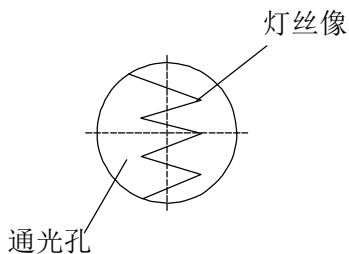

图 8
- c. 白纸上会出现灯丝的像, 如果灯丝的像没有对中, 关小孔径光栏, 调节灯泡垂直方向调节旋钮和灯泡横向调节旋钮使灯丝像对中, 直到获得清晰的灯丝像为止, 见图 8。